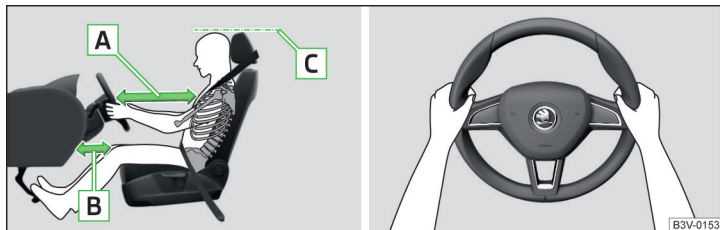

Fig. 2 Poziția corectă a scaunului șoferului/Poziția corectă la volan
- ✓ La autovehicule cu airbag pentru genunchii șoferului, reglați longitudinal scaunul șoferului în așa fel, încât distanța de la picioare la planșa de bord să fie de minim 10 cm » [fig. 2 - \[B\]](#) în zona airbagului pentru genunchi.
- ✓ Reglați volanul în așa fel, încât distanța dintre volan și torace să fie de cel puțin 25 cm » [fig. 2 - \[A\]](#).
- ✓ Reglați tetiera astfel încât marginea superioară a tetierei să se afle, pe cât posibil, la aceeași înălțime cu partea superioară a capului dumneavoastră (nu este valabil pentru scaunele cu tetieră integrată) » [fig. 2 - \[C\]](#).
- În timpul mersului volanul trebuie ținut cu ambele mâini, de partea exterioră laterală, în poziția „orei 9” și „orei 3” » fig. 2. Nu țineți niciodată volanul în poziția „ora 12” sau în altă poziție (de exemplu de centrul volanului, de marginea interioară etc.). În caz contrar, în cazul declanșării airbagurilor, se poate provoca accidentarea gravă a mâinilor, brațelor și a capului.
- ✓ Reglați tetiera astfel încât marginea superioară a tetierei să se afle, pe cât posibil, la aceeași înălțime cu partea superioară a capului dumneavoastră » fig. 2 la pagina 11 - C (nu este valabil pentru scaunele cu tetieră integrată).
- ✓ Reglați tetierele astfel încât marginea superioară a tetierei să se afle la aceeași înălțime cu partea superioară a capului dumneavoastră » fig. 2 la pagina 11 - C.